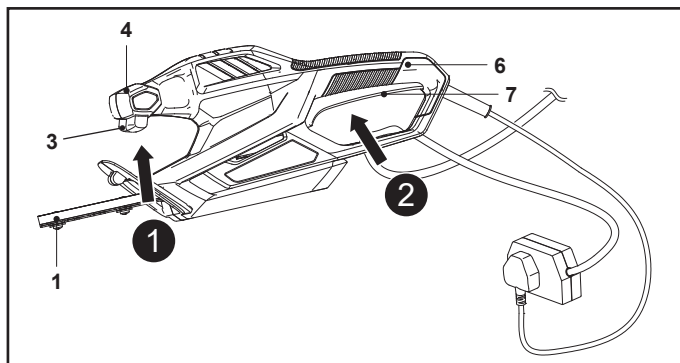

Fig. 4
1. S'assurer que le dispositif de coupe (lame) (1) ne touche aucun objet. Retirer le protège-lame (11) du dispositif de coupe (lame) (1) avant de mettre le produit en marche.
2. Tenir le produit avec une main sur la poignée avant (4) et l'autre main sur la poignée arrière (6).
3. Appuyer sur l'interrupteur de sécurité (3) et le maintenir ouvert (Fig. 4, étape 1).
4. Appuyer sur l'interrupteur marche/arrêt (7) pour mettre le produit sous tension (Fig. 4, étape 2).
5. Relâcher l'interrupteur marche/arrêt (7) ou l'interrupteur de sécurité (3) pour mettre le produit hors tension.